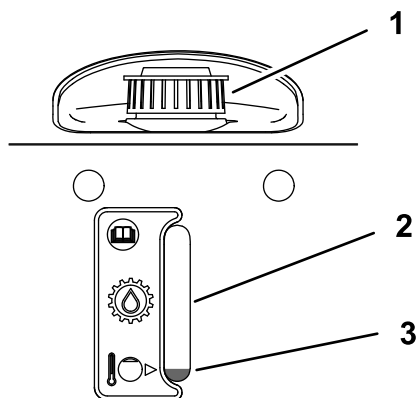

Figure 47
4. Utilisez le regard pour vérifier le niveau de liquide dans le vase d'expansion (Figure 47).
13. Ajoutez du liquide hydraulique dans le vase d'expansion jusqu'à ce qu'il atteigne le trait de repère (Figure 47).